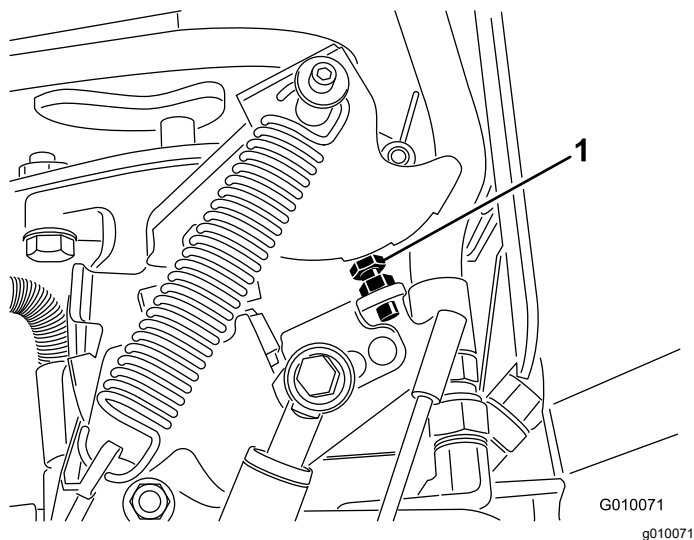

Bild 70
6. Wenn die Einstellung verstellt werden muss, drehen Sie die Pumpenanschlagschraube (Bild 70) mehr zur Anschlagplatte, um den Lochabstand zu verringern, oder drehen Sie die Anschlagsschraube von der Anschlagplatte weg, um den Lochabstand zu erhöhen.